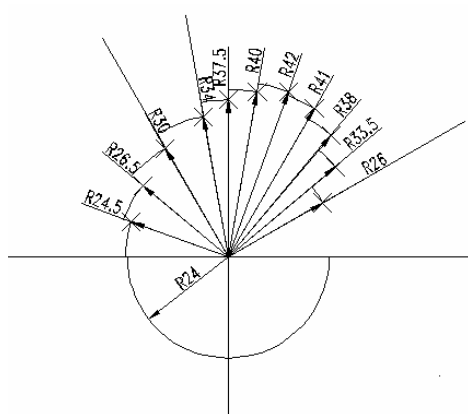

图 7-3-16
STEP 07 用同样的方法，标注其他弧的半径，并使标注文字通过交点，标注完成的效果如图 7-3-16 所示。